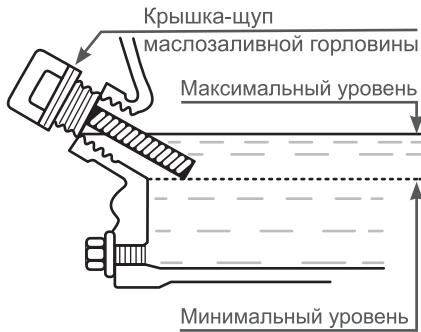

Рис. 7 Проверка уровня масла в картере
- Аккуратно вытащите щуп и осмотрите его. Уровень масла должен соответствовать верхней отметке на щупе. При недостаточном уровне масла в картере необходимо долить чистое масло до верхней отметки на щупе, что соответствует нижней кромке зливного отверстия (Рис.7). После окончательной проверки, плотно закрутите крышку-щуп.
Максимальный уровень масла в картере соответствует нижней кромке маслозаливной горловины (Рис.7).